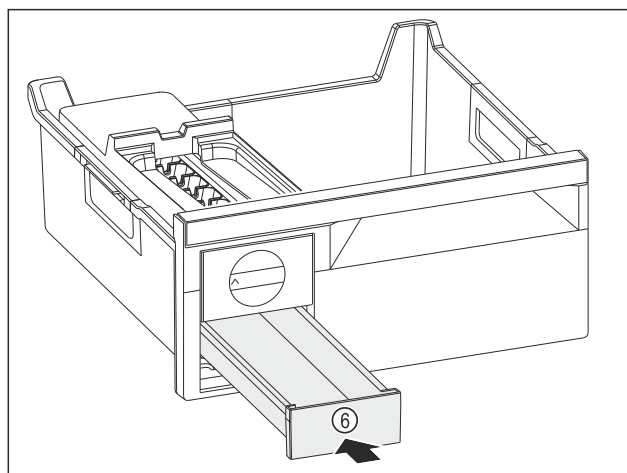

Fig. 146
- Встановіть форму для льоду Fig. 146 (6).